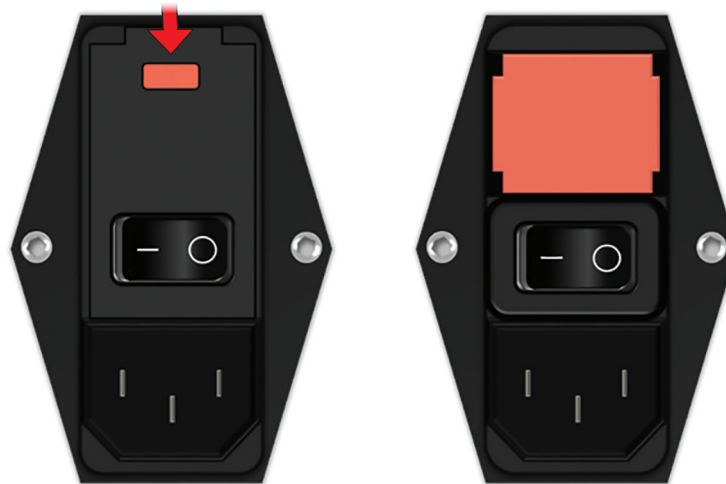

Figura 13.4.1: Modulul de alimentare/comutator/siguranțe pentru schimbarea siguranțelor
Siguranțele sunt localizate în suportul pentru siguranțe din interiorul modului intrare alimentare/comutator/siguranțe aflat în partea din spate a generatorului. Consultați Figura 13.4.1 de mai jos.
3. Deschideți capacul de la modulul alimentare/comutator/siguranțe cu ajutorul unei șurubelnițe drepte, introduse în orificiile plate superioare, așa cum este prezentat în Figura 13.4.1.